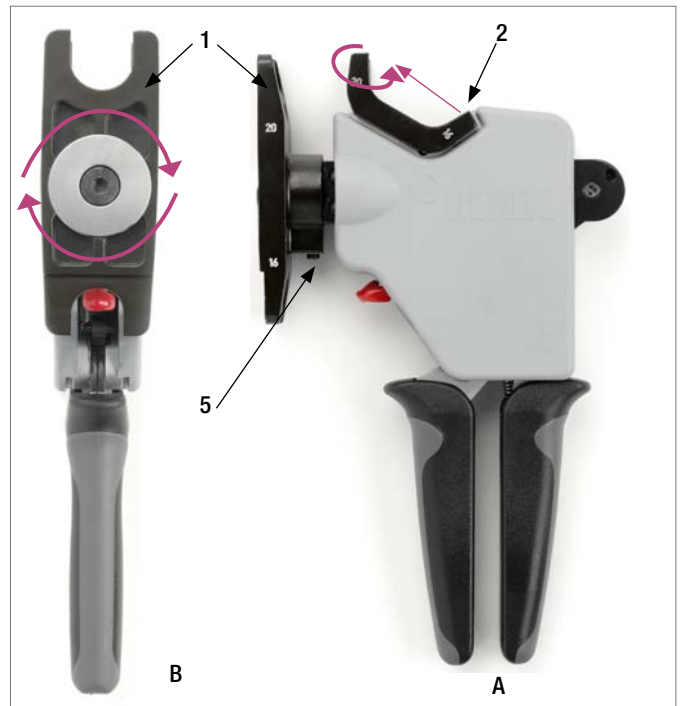

Figure 4
**Mors 1** (voir figure 4)
**Mors 2** (voir figure 4)